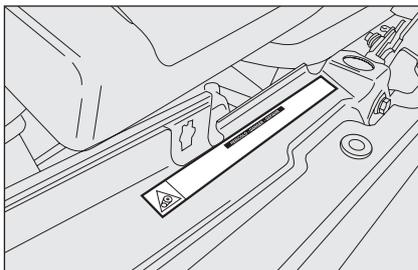

fig. 70
*Prima di aprire il cofano motore, è necessario assicurarsi che la vettura sia spenta e chiave in posizione OFF. Attenersi a quanto riportato sulla targhetta applicata in corrispondenza della traversa anteriore fig. 70. Si consiglia di estrarre la chiave quando in vettura sono presenti altre persone. La vettura deve essere abbandonata sempre dopo aver estratto la chiave o averla girata in posizione di OFF. Durante le operazioni di rifornimento carburante, è necessario assicurarsi che la vettura sia spenta con chiave in posizione di OFF.*